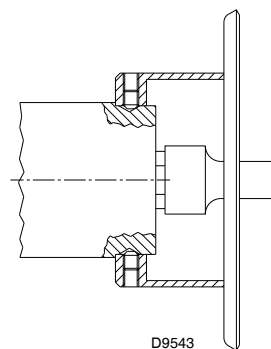

Fig. 13
- install the nozzle 1)(Fig. 13);